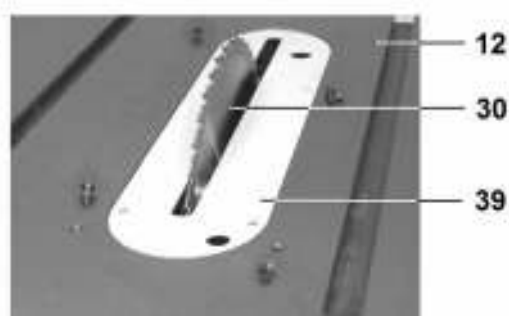

Рис.19
8.5.4. Если предстоит выполнять несквозное пиление (выборка паза и т.п.), опустите пильный диск (30) максимально вниз, ниже поверхности рабочего стола (12). На рабочий стол (12) установите и закрепите вставку стола (39), Рис.19.